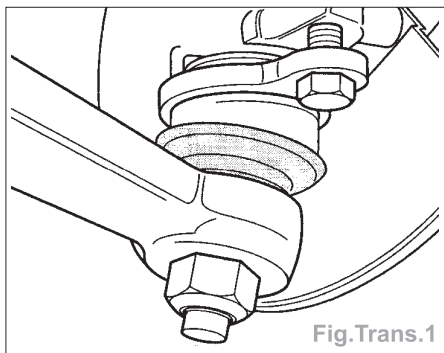

Fig.Trans.1
- Dévisser le carter de roulement de roue de la rotule d'essieu inférieure (Fig.Trans.1).